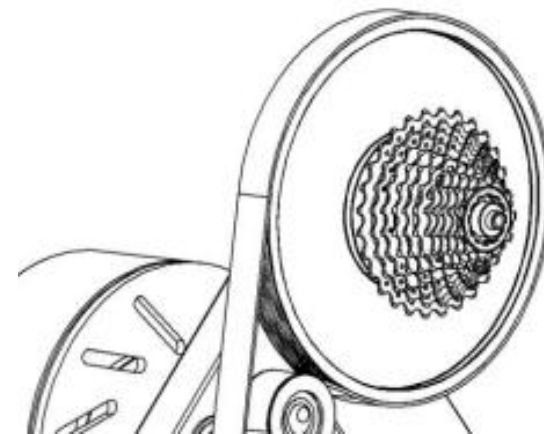

FIG 10
livremente, facilitando o posicionamento e evitando avarias. Ao fim certifique-se que o conjunto adentrou totalmente e está girando livremente no sentido indicado pela seta, e ao girar no sentido contrário da seta ele deve tracionar a polia. Insira a ponteira do free hub (item 3), ao fim a montagem deve estar semelhante à (FIG 10).